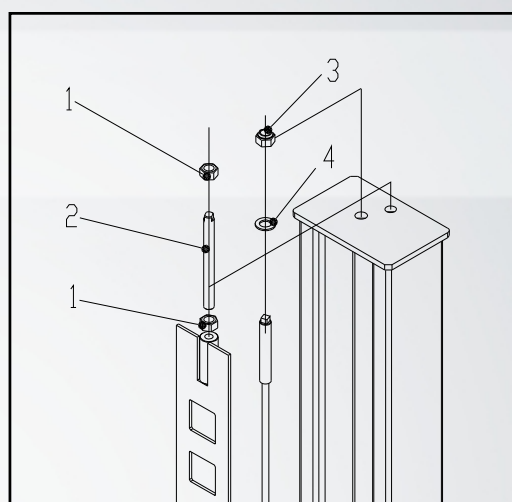

рисунок 5
6.7 УСТАНОВКА КОЛОНН (СМ. РИС. 5)
4. Установите гайку M20 (1/рис.5) на регулировочный стержень (2/рис.5)
6. Вставьте трос через отверстие вверху колонны и установите шайбу D.22 (4/рис.5) и гайку M22 (3/рис.5).